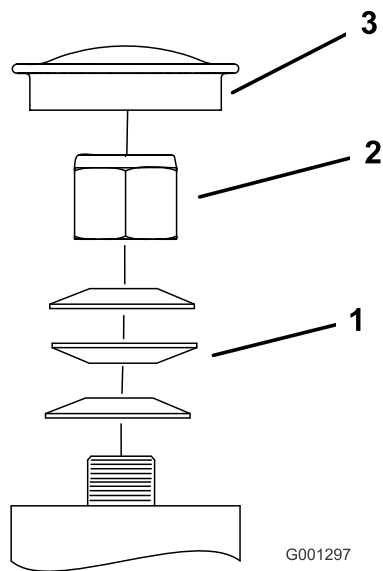

Figura 59
- Retire el tapón guardapolvo de la rueda giratoria y apriete la contratuerca (Figura 59).
- Apriete la contratuerca hasta que las arandelas de muelle estén planas, luego afloje la contratuerca 1/4 de vuelta para establecer la pre-carga correcta de los cojinetes (Figura 59).
- Importante:** Asegúrese de que las arandelas de muelle están correctamente instaladas, según muestra Figura 59.
- Coloque el tapón anti-polvo (Figura 59).